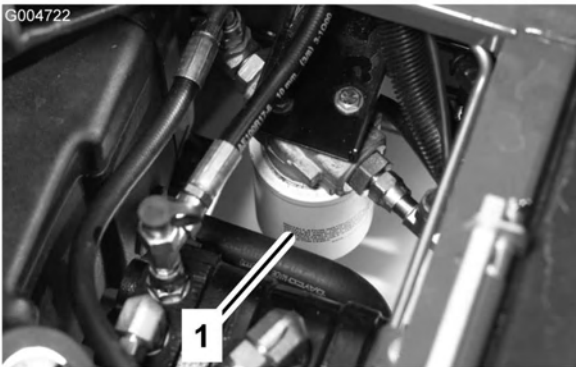

Bild 71
2. Reinigen Sie den Anbaubereich des Filters. Stellen Sie eine Auffangwanne unter den Filter und entfernen den Filter (Bild 71).